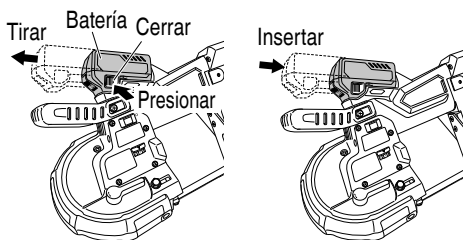

Fig. 7
- Cómo instalar la batería o el adaptador de CA/CC. Alinee la batería o el adaptador de CA/CC con la ranura de la envoltura de la herramienta y deslicelos para colocarlos en su sitio. Insértela siempre al máximo, hasta que se bloquee en su sitio con un pequeño clic. De lo contrario, puede caer de la herramienta accidentalmente y causar lesiones a usted o a alguien que se encuentre cerca (Fig. 7).
- Cómo retirar la batería o el adaptador de CA/CC. Retire la batería o el adaptador de CA/CC de la envoltura de la herramienta mientras presiona el cerrojo (2 unidades) de la batería o el adaptador de CA/CC (Fig. 7).